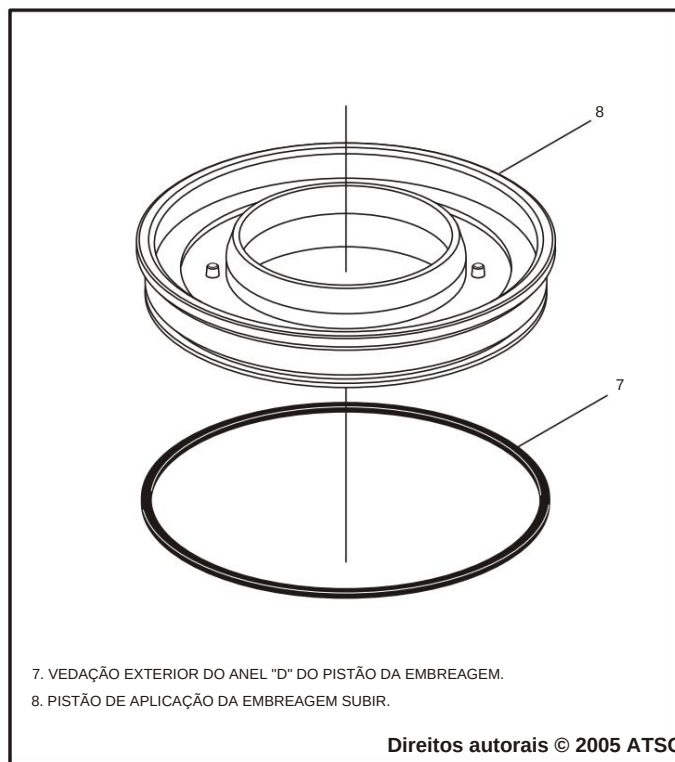

Figura 111
5. Instale o novo anel de vedação externo em "D" da embreagem underdrive no pistão de aplicação da embreagem underdrive, conforme mostrado na Figura 111, e lubrifique com uma pequena quantidade de Trans-Jel®.